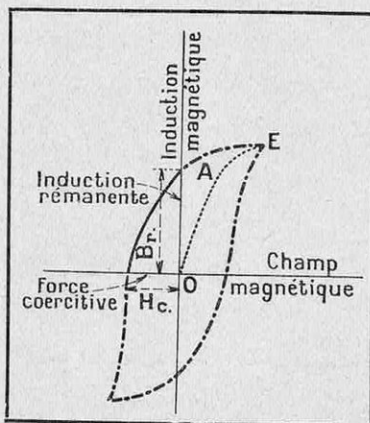

FIG. 1. - COURBE D'HYSTÉRÉSIS DU MAGNÉTISME D'UN AIMANT
d'un métal magnétique dans un champ magnétique intense (1) ; le champ créé par le barreau qui s'aimante s'ajoute au champ primitif. L'intensité du nouveau champ magnétique s'appelle induction magnétique du barreau (2). Si l'on trace une courbe en portant en abscisse le champ et en ordonnée l'induction, on obtient, en partant de zéro, une courbe telle que OAE (fig. 1).